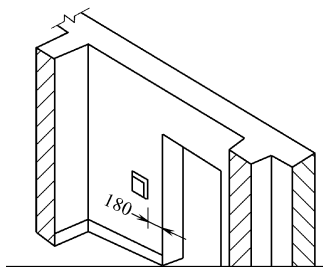
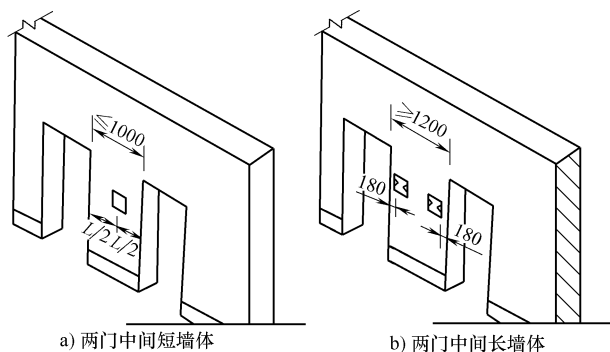

图 8-16 门旁开关盒位置
图 8-18 两门中间墙上的开关盒位置
(1) 开关通常装在门左边或其他便于操作的地点。
(2) 扳把开关和翘板式开关等的安装位置如图 8-16 ~ 图 8-18 所示，开关离地面高度一般为 1.2~1.4m，离门框一般为 150~200mm。